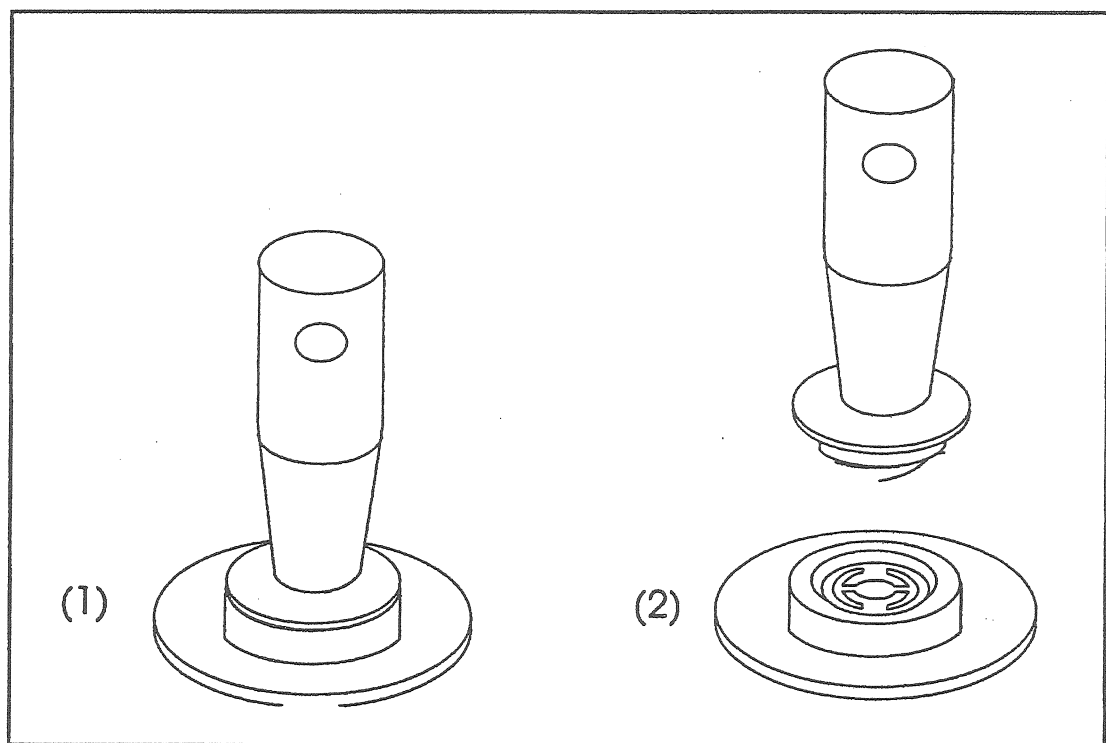

図 14.4: クリスタルスナッチャーの使用方法
2. クリスタル支持台(リテーナー)をホルダーからそっと抜いて下さい。(クリスタルスナッチャーを使用して下さい。図 14.4 参照)